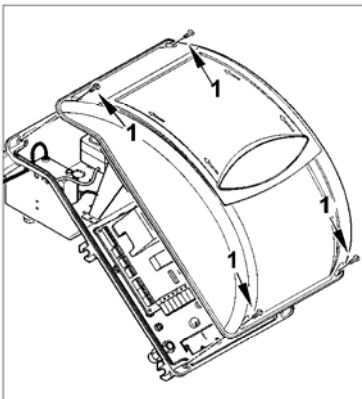

Рис. 1
- 1) Снимите крышку, отвинтив 4 винта 1 (см. рис. 1), не снимая при этом прозрачный щиток. Таким образом, вы получите доступ к электрической панели горелки.